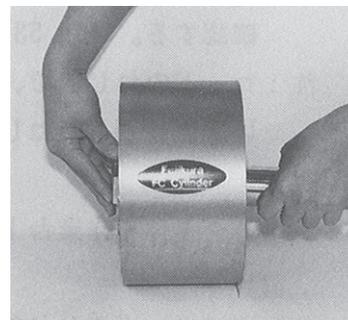

Fig.51
a) シリンダを台上に横置きし、ロッドを静かにフロント側に引き出す。(Fig.51)